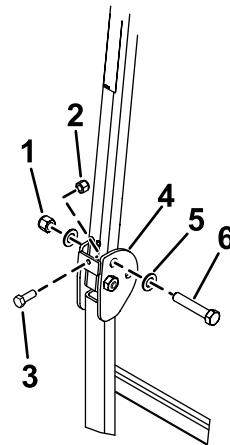

Bild 17
3. Legen Sie eine Scheibe (13/16" x 1½") auf jede Schraube (¾" x 4"), wie in Bild 17 abgebildet.
4. Setzen Sie die Schrauben und Scheiben in die Löcher ein, aus denen Sie die Stifte entfernt haben (Bild 17).
5. Legen Sie eine weitere Scheibe auf jede Schraube und befestigen sie mit Muttern (¾"), wie in Bild 17 abgebildet. Ziehen Sie die Muttern auf ein Drehmoment von 323 bis 396 N·m an.
6. Setzen Sie eine Schraube (¾"-16 x 1" oder 1¼") mit einer Klemmmutter (Schrauben und Klemmmuttern nicht im Lieferumfang enthalten) in die Gewindeplatte auf jeder Seite des unteren Teils des Überrollbügels im Scharnierbereich ein (Bild 17). Ziehen Sie die Schraube an, bis sie fest am oberen Überrollbügelrohr anliegt, und ziehen Sie die Klemmmutter fest.
7. Ziehen Sie die Drehschraube am Überrollschatz (Bild 17) auf ein Anzugsmoment von 91 bis 113 N·m an, damit der Überrollbügel und das Sonnendach nicht springen.